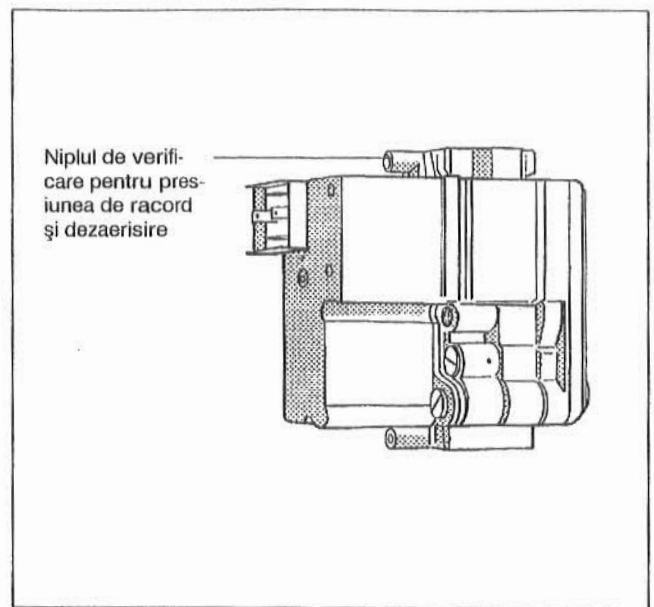
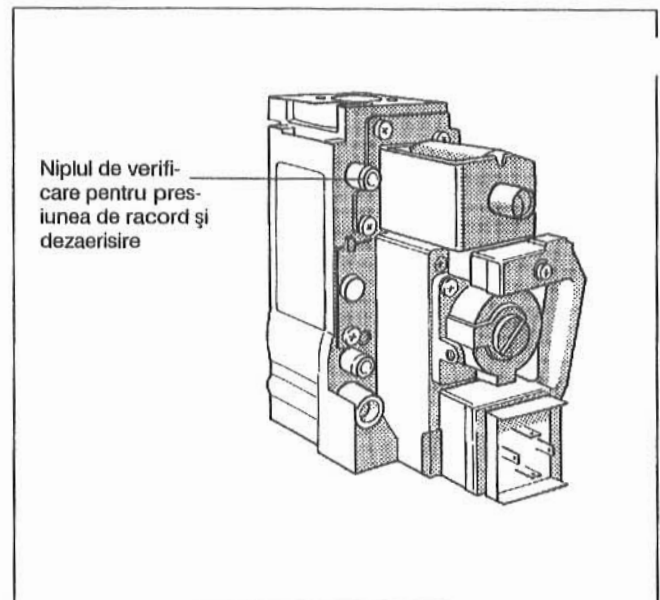

Fig. 19: Armătura arzătorului cu gaz "BM" 762-012
Fig. 20 Armătura arzătorului cu gaz "Honeywell" VR 4601
- Desfaceți ușor șuruburile de încheiere de la niplul de verificare pentru presiunea de racord de la armătura arzătorului de gaz (Fig. 19 respectiv Fig. 20), numai două rotații.